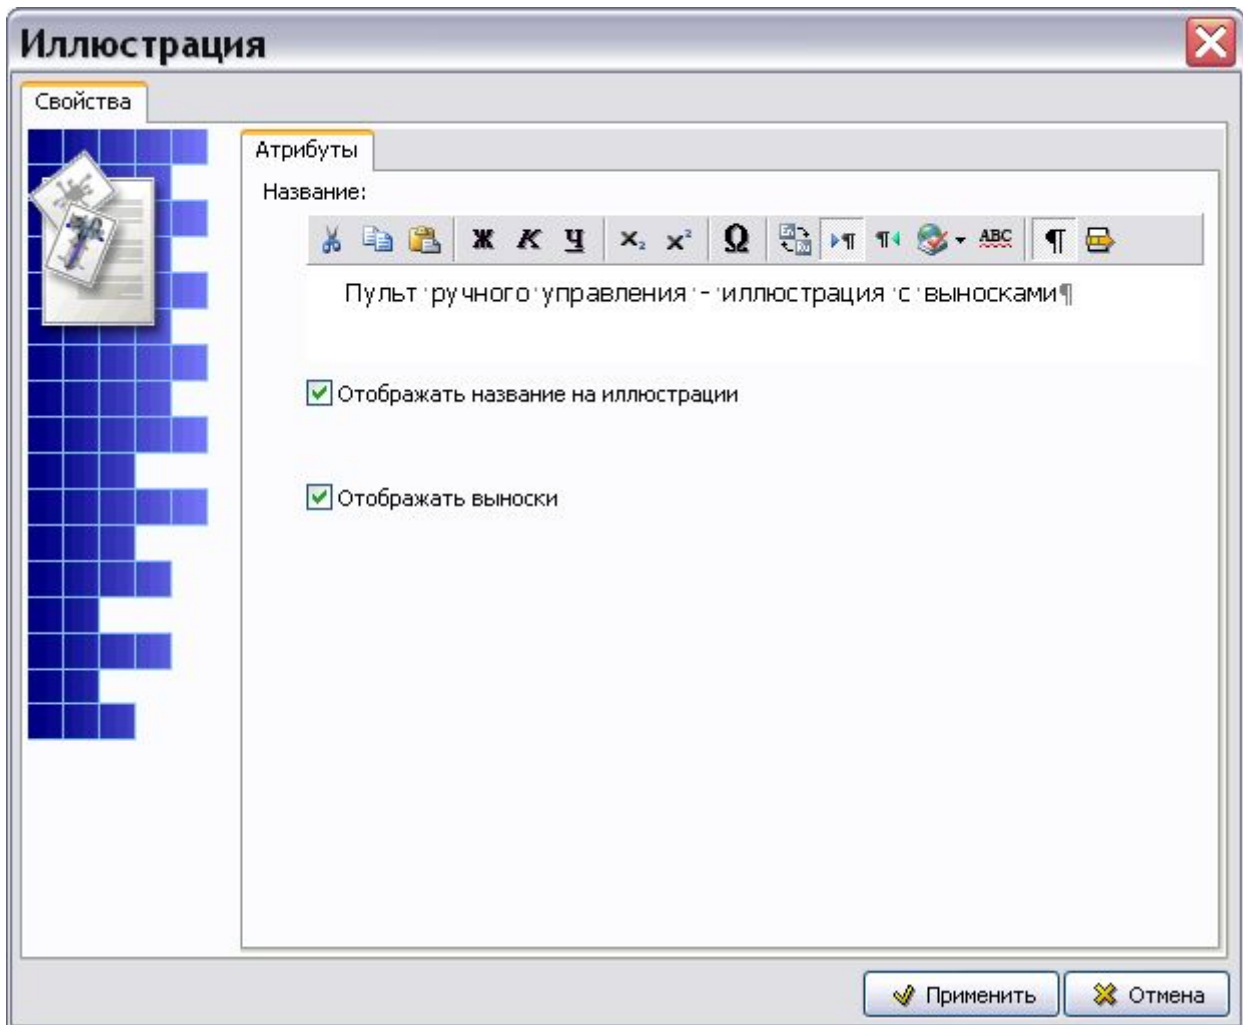

Рис. 4.46
2. Выделите раздел **Схемы с выносками** и нажмите на кнопку . При этом откроется окно **Иллюстрация** (Рис. 4.46).